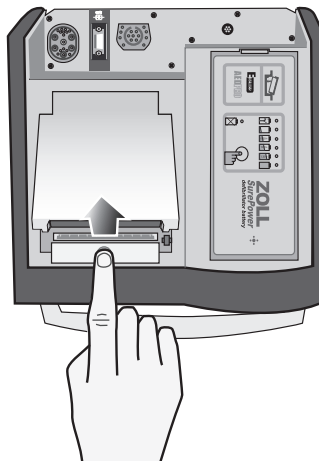

Abbildung 13-5. Öffnen der Druckerklappe
- Drücken Sie die Entriegelungstaste, warten Sie, bis sich die Druckerklappe geöffnet hat (siehe Abbildung 13-5), und entnehmen Sie das Papier.